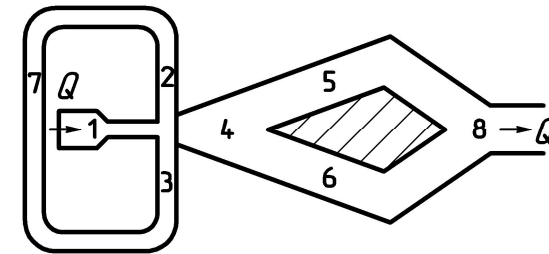

Рисунок 1. Автогенератор струйных импульсов
1.6.1. Принцип действия расходомера основан на зависимости частоты колебаний струи измеряемой среды в чувствительном элементе от расхода газа, проходящего по трубопроводу. Чувствительным элементом измерителя служит автогенератор струйных импульсов (см. рисунок 1), частота колебаний в котором прямо пропорциональна объемному расходу, протекающему через устройство формирования перепада давления в проточной части трубопровода.
Поток (струя) измеряемой среды, проходя через сопло генератора (1), попадает в рабочую камеру (4) и под действием давления, создаваемого этой же струей, прижимается к одной из стенок камеры (например, вниз (рисунок 1)). Благодаря её эжектирующему действию, в области вблизи нижней стенки и в канале (3) образуется область пониженного давления, что приводит к лавинообразному процессу притяжения струи к стенке камеры. Из-за уменьшения давления в канале (3) происходит движение среды по каналу (7) в сторону канала (3). Отток рабочей среды из канала (2) вызывает отклонение струи в противоположную сторону. Далее процесс повторяется симметрично. Выход среды из струйного генератора производится через каналы (5), (6) и (8).